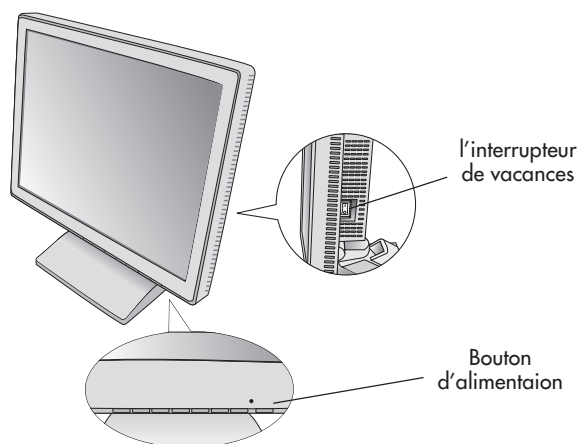

Figure D.1
6. L'Interrupteur de Vacances sur le côté droit de l'écran doit être allumé (**Figure D.1**). Allume l'écran de Silhouette de bouton et l'ordinateur.